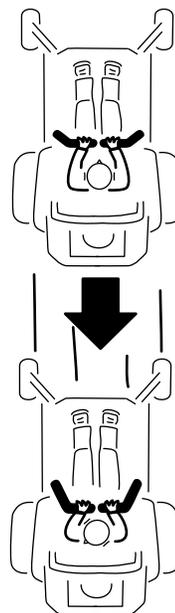

図 23
2. 後退するには、左右の走行コントロールレバーをゆっくりと後ろへ引く 図 23。